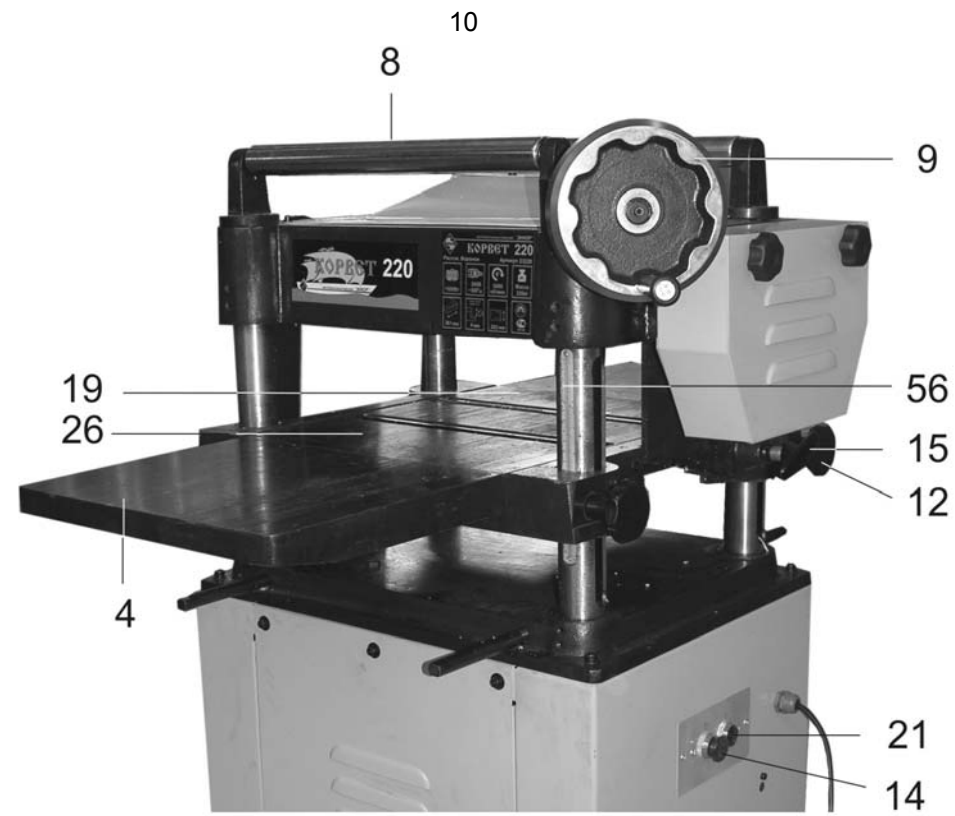

Рис.15
## 11. СТРОГАНИЕ (Рис.15)
Станок оснащен магнитным пускателем, предотвращающим самопроизвольное включение станка после несанкционированного отключения питания. Станок включается нажатием зеленой кнопки (21), а отключается нажатием на красную кнопку (14) магнитного пускателя, Рис.15.